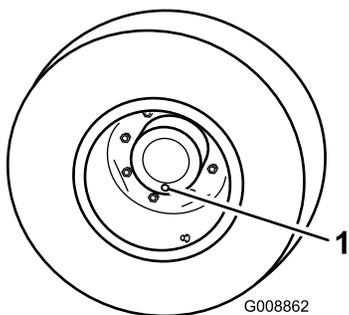

Рисунок 43
1. Поставив машину на ровную поверхность, расположите колесо так, чтобы одна контрольная пробка находилась в самом нижнем положении (6 часов) (**Рисунок 43**).